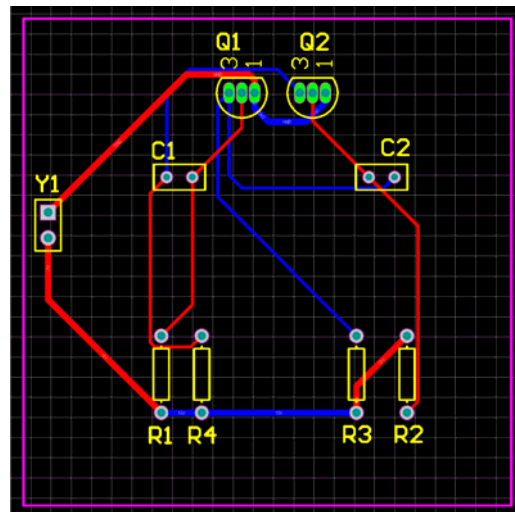

図9 手動で配線したボードでは、トラックはトップとボトムのレイヤに配置されます。
6. 上記の方法のどちらかを使って、ボード上の他のコンポーネント間を配線します。図 9 はマニュアルで配線されたボードです。